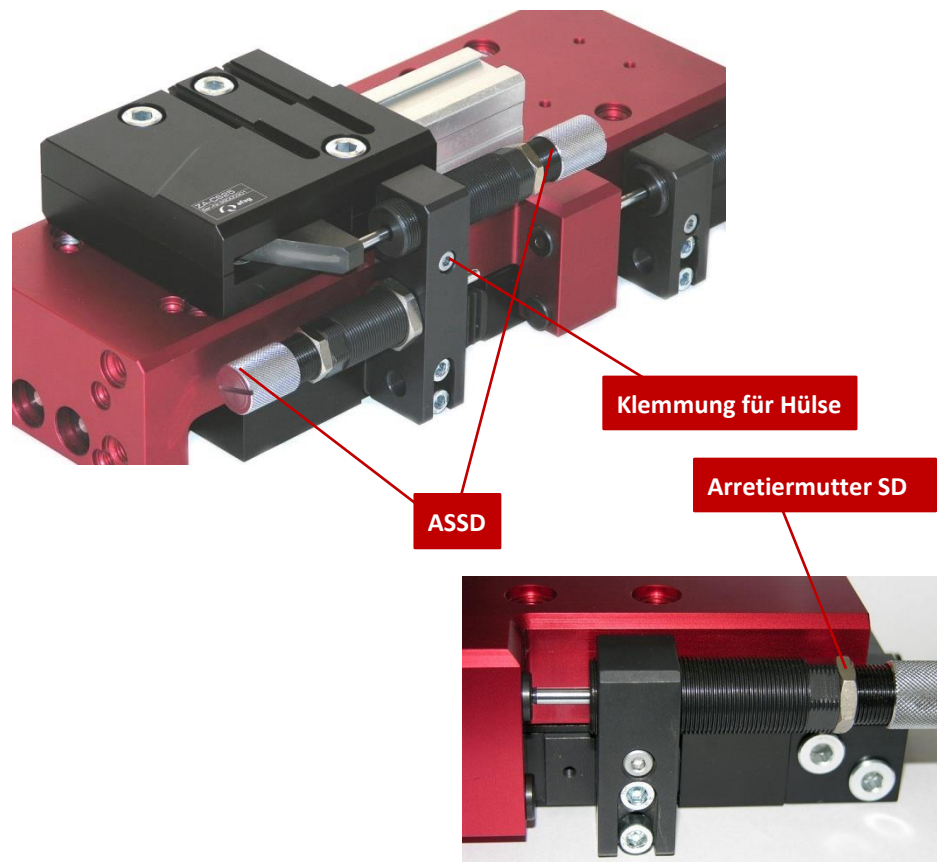

Abb. 20 Feineinstellung Anschlagschraube
1. Klemmschraube bzw. Mutter (Abb. 20) leicht lösen.
3. Klemmschraube bzw. Mutter (Abb. 20) wieder festziehen.